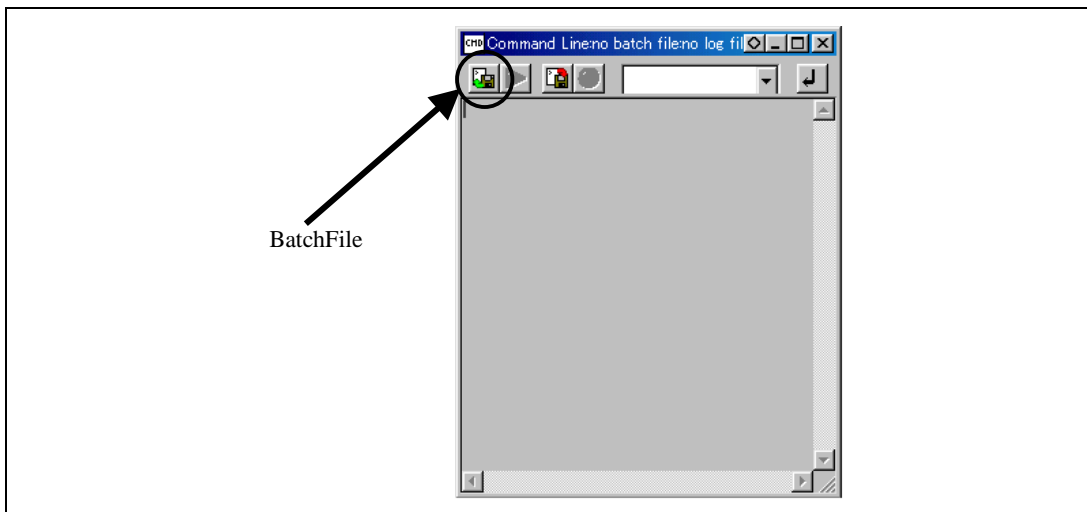

図 3.8 コマンドライン入力
- メニューバーの View CommandLine を選択し、ウインドを開き (図3.8参照)、左上のBatchFileボタンをクリックし、SH7760フォルダ内の “ 7760e10a.hdc ” を指定してください。この操作によりBSCが設定され、SDRAMへのアクセスが可能となります。